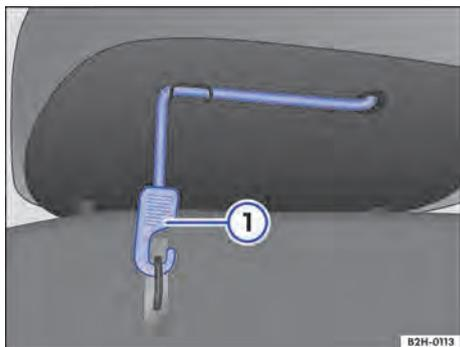

Fig. 59 Sob o banco traseiro: cinta de fixação da superfície do banco.
As duas superfícies do banco traseiro podem ser rebatidas para cima separadamente. Sob cada superfície do banco se encontra uma cinta de fixação → Fig. 59.
- Desenganchar a cinta de fixação do suporte sob a superfície do banco → Fig. 59 .
- Inserir a cinta de fixação no encaixe sob a superfície do banco e enganchar no suporte → Fig. 59.